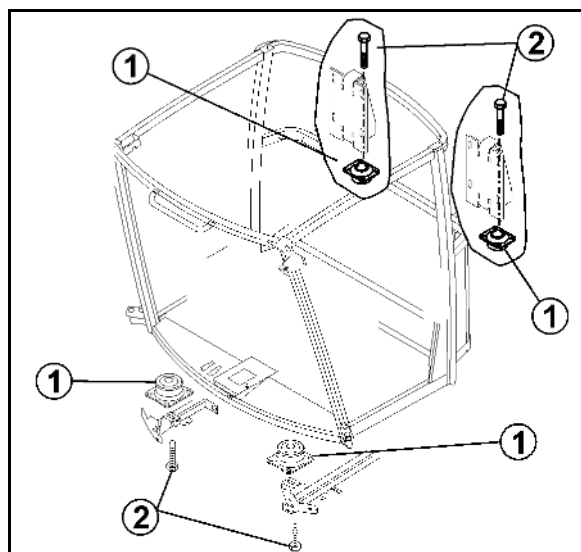

Bild 188
1. Demontera cirkulationsgallret (Bild 188/1).